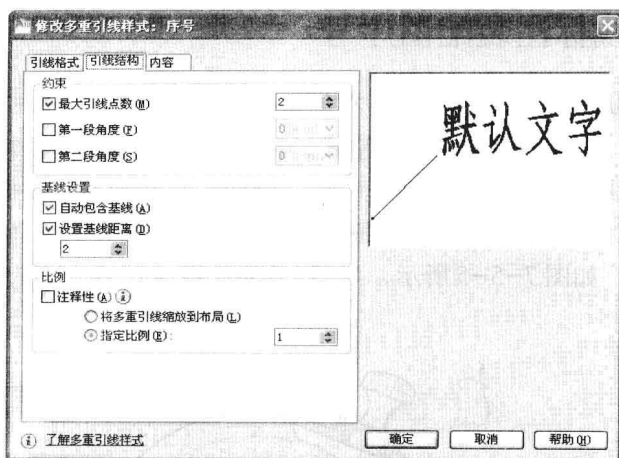

图 7-5-7
(3) 单击“引线结构”选项卡,“最大引线点数”设为“2”,如图 7-5-7 所示。